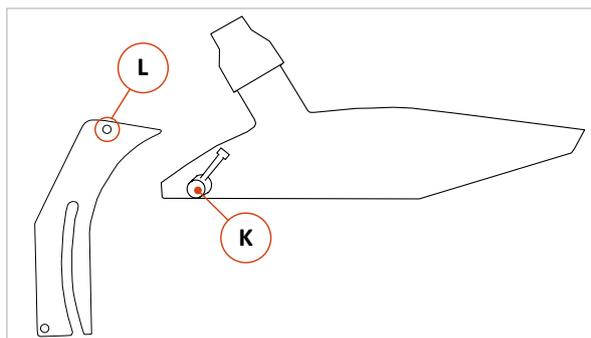

Abbildung 31: Schutzhaube montieren
Wichtig: Entfernen Sie vor Einstellung des Spaltkeils die daran befestigte Schutzhaube durch Herausdrehen des in ⇒ Abbildung 31 gezeigten Klemmhebels (K), mit dem die Schutzhaube am Spaltkeil montiert ist.
- Gleichzeitig darf der obere Punkt (T) des Spaltkeils nicht unterhalb der Basis (B) des obersten Zahns des Kreissägeblatts stehen.
- Nach Lösen der Schraube (S) mit einem Innensechskantschlüssel SW 6 kann der Spaltkeil horizontal und vertikal eingestellt werden.
- Mit den drei kleinen Stellschrauben (C) wird der Spaltkeil mit dem Kreissägeblatt in eine Linie (Flucht) gebracht.